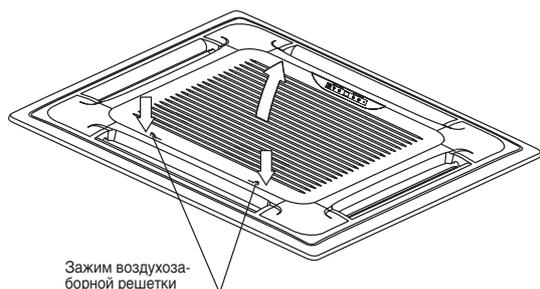

Рис. 2.13
- Одновременно потяните два зажима воздухозаборной решетки в направлении друг к другу, затем потяните их на себя (рис. 2.13).